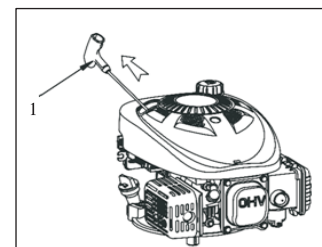

Fig.3
⚠ ATTENTION : Ne laissez pas la poignée du démarreur (1) se rapprocher du moteur. Retournez-le doucement pour éviter d'endommager le démarreur. (Fig.3)